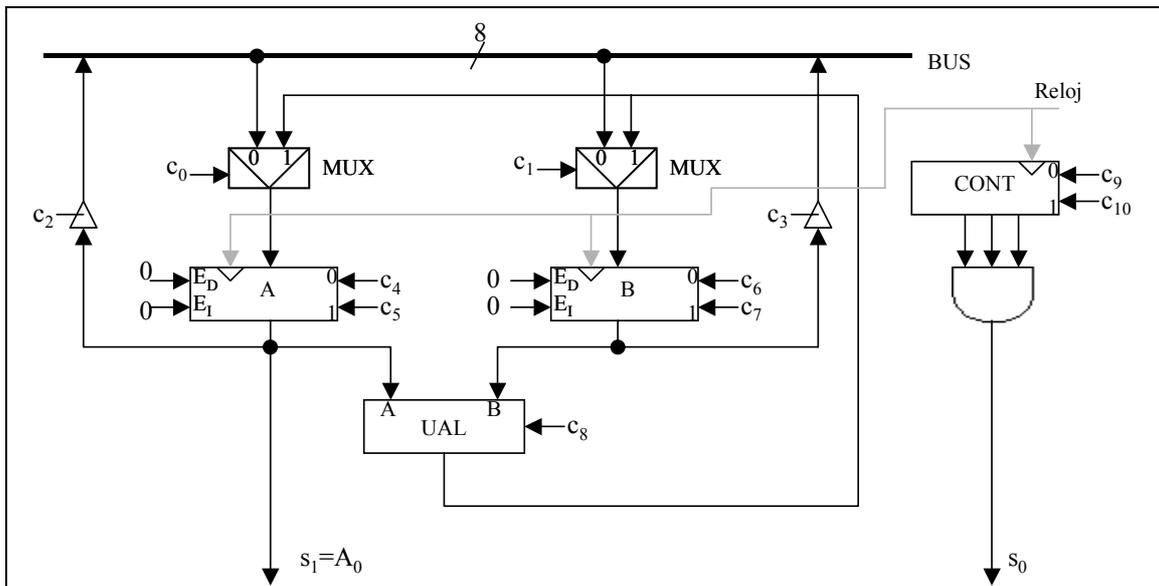

Figura 1 : Diseño de la Unidad de Procesamiento
4) El cuarto paso es dibujar la Unidad de Procesamiento. En la Figura 1 se muestra la Unidad de Procesamiento resultante: